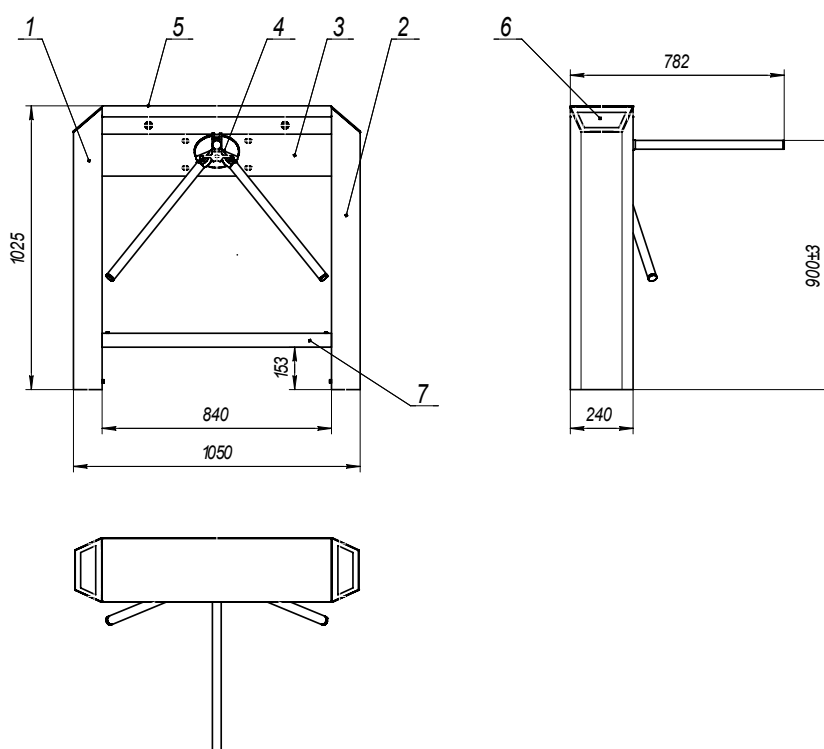

Рис.1
5.1 Турникет-тумба (см. рис.1) представляет собой сборный металлический корпус, состоящий из двух полых боковых стоек (1,2) и перемычки (3). В перемычке на наклонной плите установлены привод турникета с триподом (4), а также плата блока управления БУТ-НП. Перемычка закрывается сверху крышкой (5), которая фиксируется с помощью двух замков. В верхней части боковых стоек размещены считывающие устройства и светодиодные знаковосинтезирующие индикаторы. Сверху боковые стойки закрываются наклонными панелями (6), которые выполняются из тонированного акрила или из нержавеющей стали, и фиксируются винтами. Снизу боковые стойки соединены трубой квадратного сечения (7), предназначенной для предотвращения «пролезания» под турникетом.